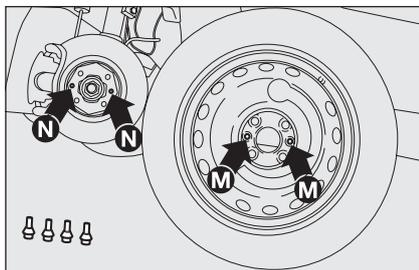

fig. 14
- monter la roue galette en faisant coïncider les trous **M**-fig. 14 avec les tourillons de centrage correspondants **N** ;